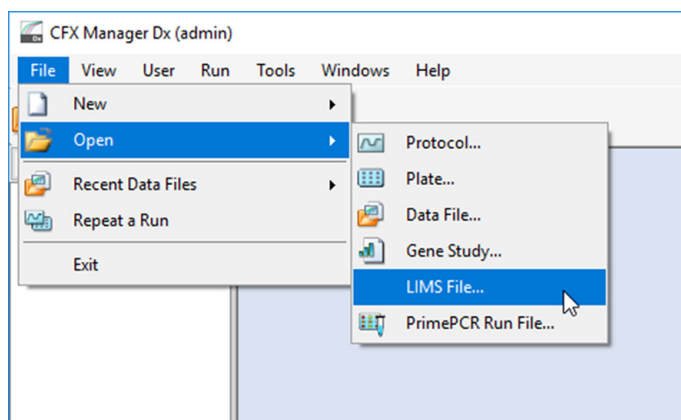

Figura 25: Ventana del CFX Manager™ Dx software
3. En la barra de menú del CFX Manager™ Dx software, seleccione **File** → **Open** → **LIMS File...** (archivo → abrir → archivo LIMS...) para abrir el cuadro de diálogo **Open LIMS File** (abrir archivo LIMS) (consulte la Figura 25).